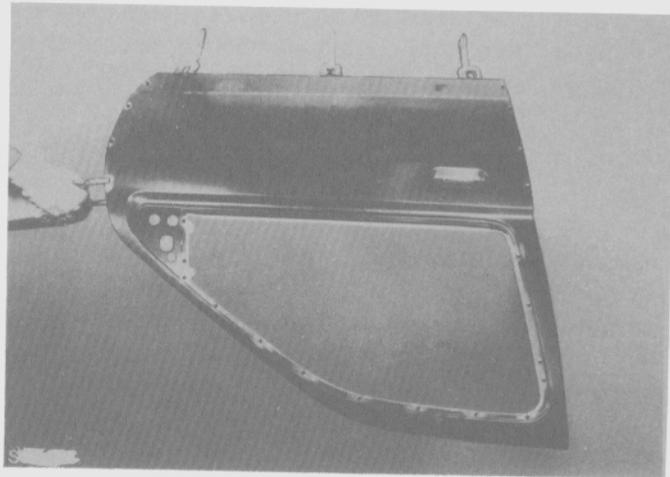

Fig. 185
- Soldar por puntos el nuevo panel exterior de la puerta en la ventanilla y alrededor del borde exterior de la puerta. (Fig. 185).
- Doblar las pestañas del nuevo panel exterior. (Fig. 186A). Soldar por puntos la ventanilla y la pestaña doblada (Fig. 185).